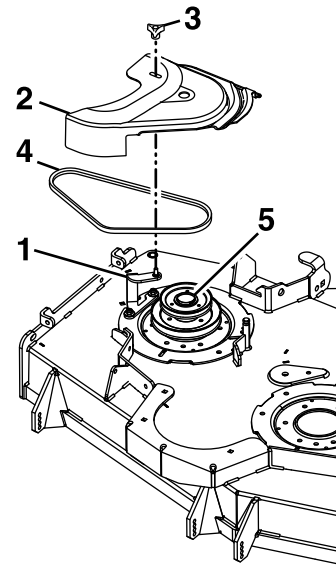

Figura 26
7. Retire el pomo del soporte de la cubierta de la correa y retire la cubierta de la correa (Figura 26).